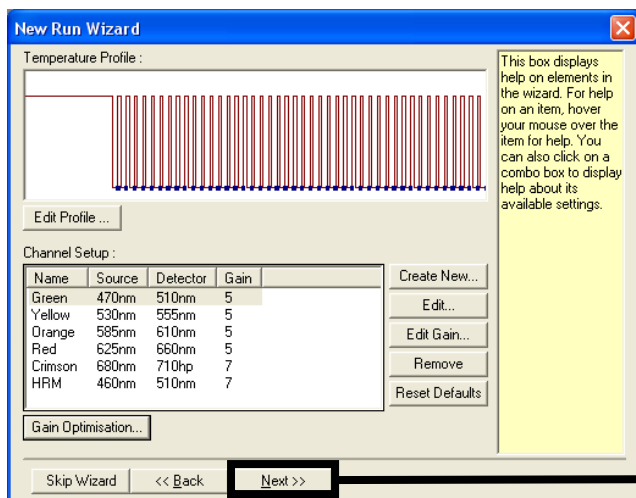

Figura 35. Cuadro de diálogo "New Run Wizard" (Asistente para series nuevas) y pantalla de edición de temperatura. 1 = "Next" (Siguiete).
4. Deje todos los valores como aparecen en la ventana siguiente. No es necesario editar si el perfil de temperatura se ha creado según las instrucciones del protocolo: creación de un perfil de temperatura. Haga clic en Next (Siguiete) (figura 35).